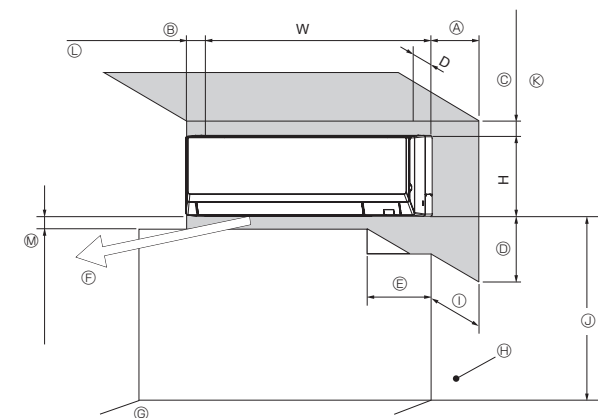

Fig. 2-1
2.1. Құрылым өлшемдері (ішкі блок) (Fig. 2-1)